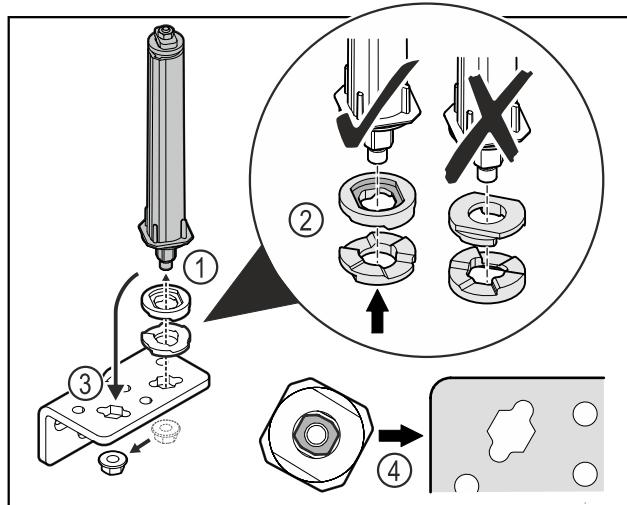

Fig. 20
- Відкрутити гайку і зняти систему запирання дверей Fig. 20 (1).
- Слідкувати за правильним розташуванням шайб для регулювання висоти Fig. 20 (2).
- Переставити систему запирання дверей у шарнірному кутику і зафіксувати гайкою Fig. 20 (3).
- Під час встановлення слідкувати за правильною орієнтацією системи запирання дверей Fig. 20 (4).